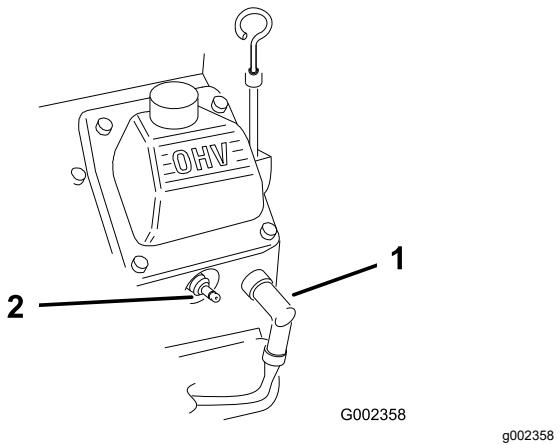

Figure 28
2. Débranchez le fil des bougies (Figure 28).
3. Rebranchez le fil des bougies (Figure 28).